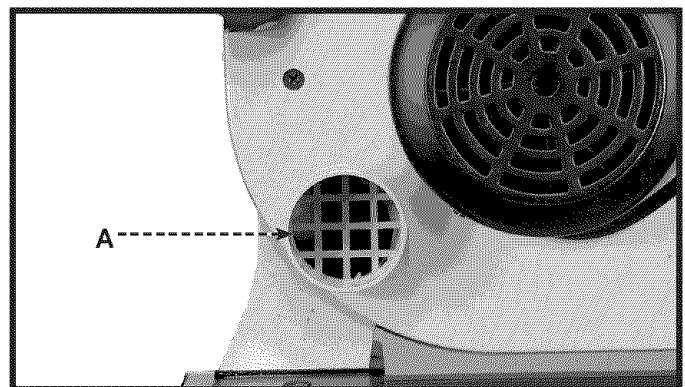

Fig. 38
Se suministra un conducto de polvo integral (A) Fig. 38 que viene equipado con una abertura de 2-1/4 pulg. I.D. [57.2mm] que permite su conexión fácil a un sistema de recolección de polvo.